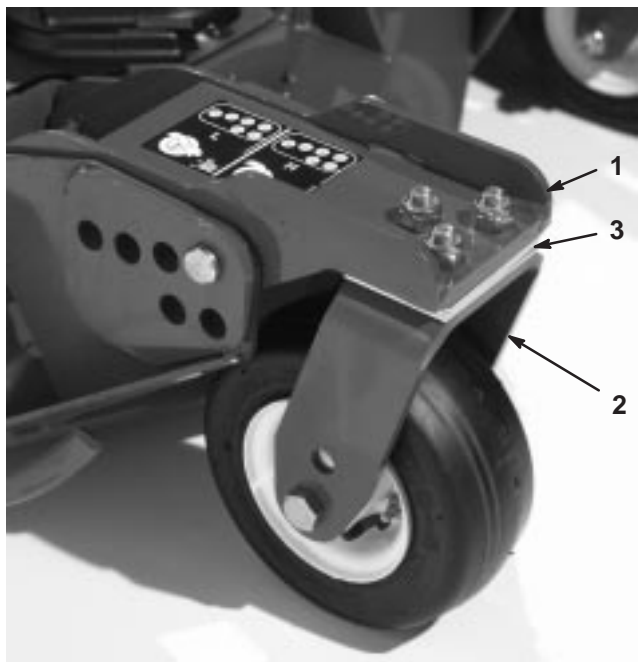

Bild 23
Drehen Sie die Schnittmesser jeder Spindel, bis die Enden nach vorne und hinten gerichtet sind. Messen Sie die Entfernung vom Boden bis zur vorderen Spitze der Schneidkante. Setzen Sie die 1/8"-Beilagscheiben an den vorderen Laufradarmen auf der jeweiligen Schnitthöhe ein, die auf dem Schild angezeigt wird (Bild 23). Beziehen Sie sich nur für die äußere Spindel auf Einstellen der Schneidwerkneigung, Seite 51.
3. Entfernen Sie, wenn die innere Schneidkante des seitlichen Schneidwerks im Verhältnis zur äußeren Kante des vorderen Schneidwerks zu hoch ist, eine 1/8"-Beilagscheibe von der Unterseite des vorderen inneren Laufradarms am seitlichen Schneidwerk. (Bild 23) Kontrollieren Sie noch einmal das Maß zwischen den äußeren Kanten beider seitlichen Schneidwerke sowie der inneren Kante des seitlichen Schneidwerks und der äußeren Kante des vorderen Schneidwerks.